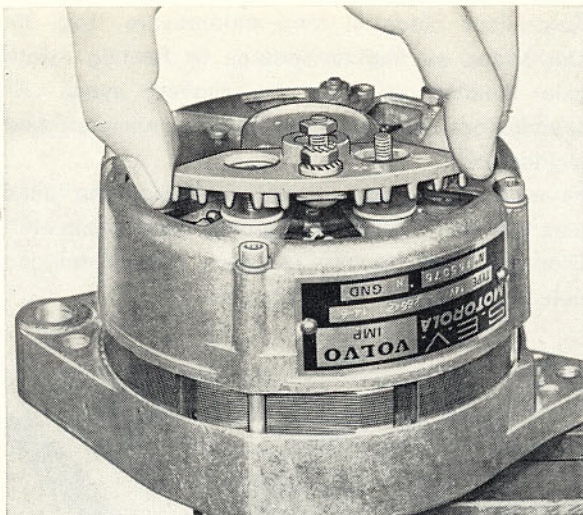

Bild 26. Demontering av skyddsdiode
4. Ta bort muttrar och brickor på anslutning 61 och motsvarande på andra sidan skyddsdiode. Lyft bort skyddsdiodehållaren, bild 26.